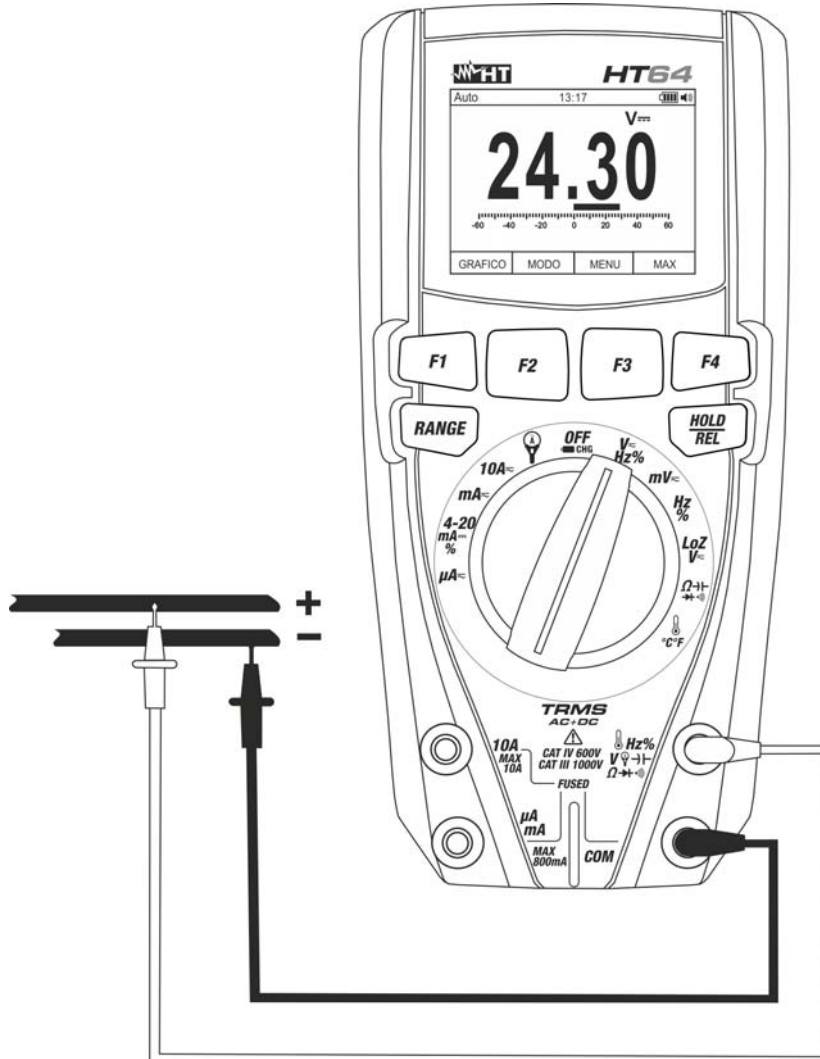
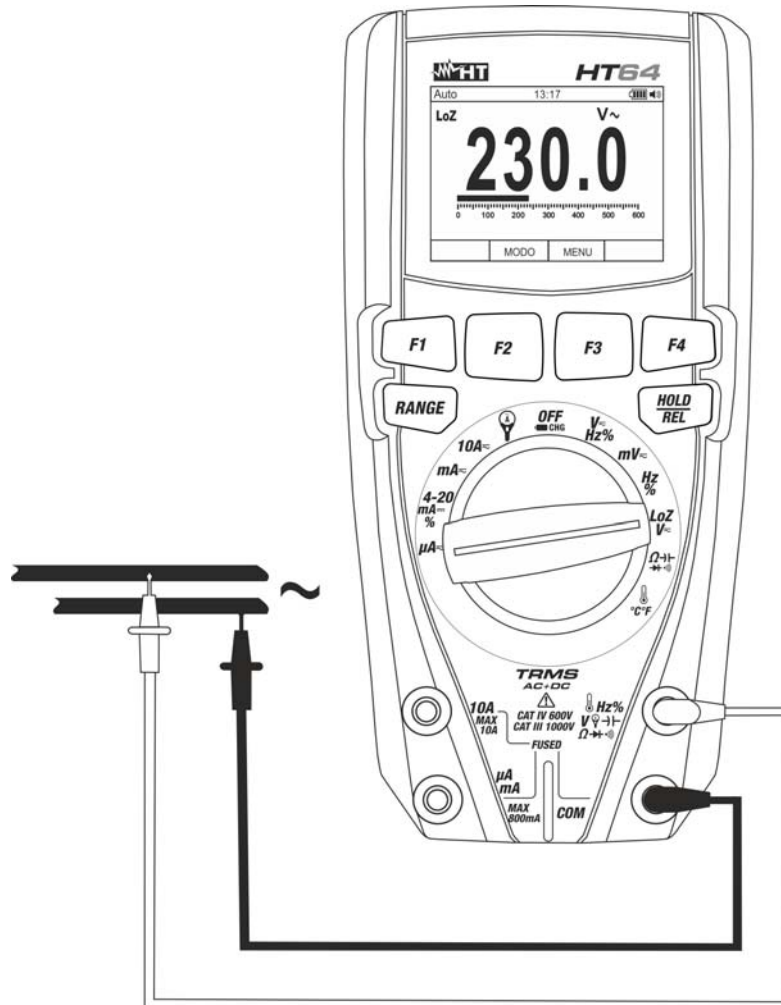

Fig. 22: Uso del instrumento para medida de Tensión CC
Fig. 24: Uso del instrumento para medida de Tensión CA/CC con función LoZ
3. Posicione la punta roja y la punta negra respectivamente en los puntos a potencial positivo y negativo del circuito en examen (vea Fig. 22). El valor de la tensión se muestra en el visualizador
5. La visualización del símbolo "-" en el visualizador del instrumento indica que la tensión tiene sentido opuesto respecto a la conexión de Fig. 22.
4. Posicione la punta roja y la punta negra respectivamente en los puntos deseados del circuito en examen (vea Fig. 24) para la medida de tensión CA o en los puntos a potencial positivo y negativo del circuito en examen (vea Fig.22) para la medida de tensión CC. El valor de la tensión se muestra en pantalla
6. La visualización del símbolo "-" en la pantalla del instrumento indica que la tensión tiene sentido opuesto respecto a la conexión de Fig.22